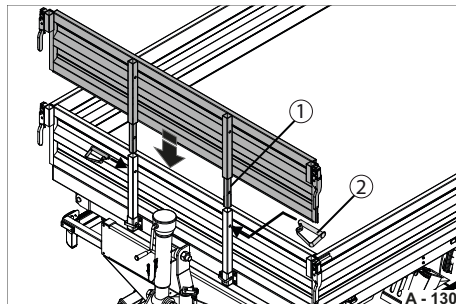

Abb. 136 Stirn-Bordwandaufsatz montieren
- ▶ Stecken Sie die Federsteck-Bolzen (Abb. 136/2) durch die Bohrungen in den Rungen durch.